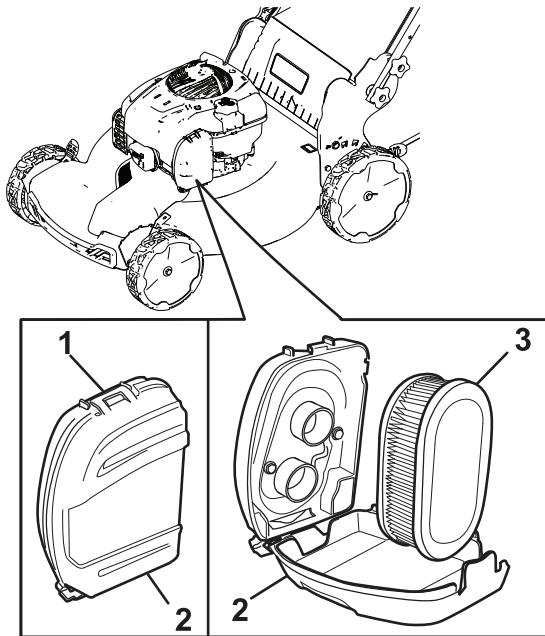

Figure 19
1. Déclipsez le haut du couvercle du filtre à air (Figure 19).
2. Déposez le filtre à air (Figure 19).